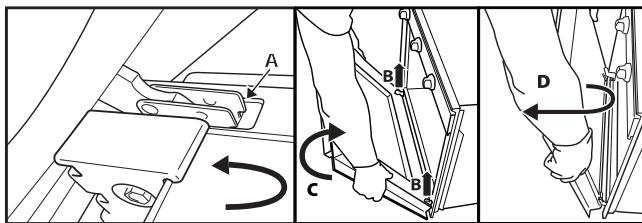

Fig. 2
3. Cierre la puerta al máximo (A), levántela (B) y gírela (C) hasta liberarla (D) (Fig. 2).